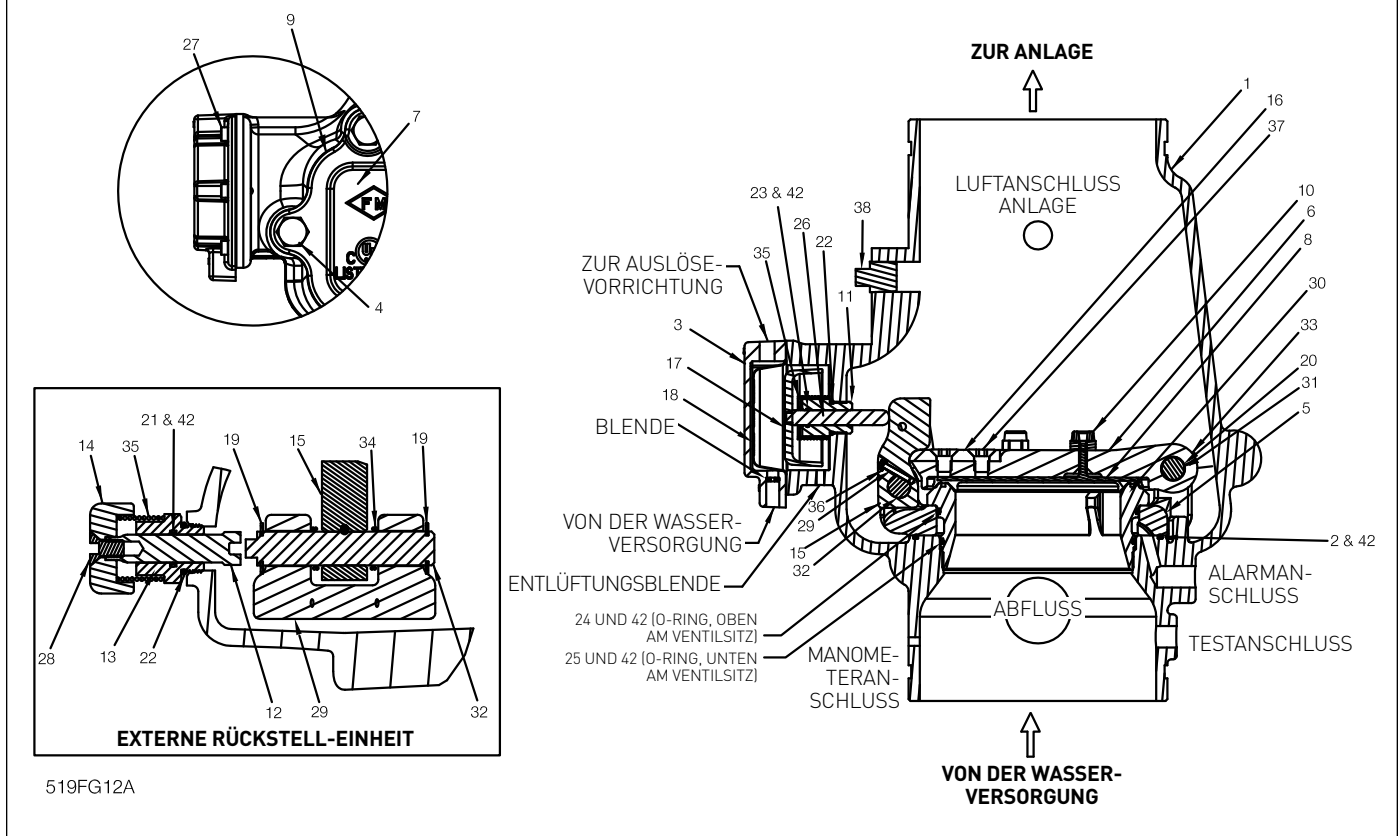

Abb. 7
9. Wiederausammenbau: die Bohrungen am Ventilgehäuse reinigen. Die Bohrungen mit O-Ring-Fett behandeln. Die O-Ringe fetten und am Ventilsitz anbringen. O-Ring des Montagerings fetten und ins Gehäuse einsetzen. (Nur bei Ventilgröße 8" (200 mm)). Die Gruppe Ventildeckelklappe/Montagering durch die Luke ins Sprühflutventil einsetzen, wobei darauf zu achten ist, dass der O-Ring des Montagerings nicht verrutscht oder beschädigt wird. (Nur bei Ventilgröße 8" (200 mm)). Den Montagering so ausrichten, dass der Hebel sich am Stößel befindet, und sich die „Ohren“ des Montagerings zwischen den Ausbuchtungen am Ventilgehäuse befinden. Den Ventilsitz in das Ventilgehäuse und durch die Gruppe Ventildeckelklappe-Montagering einsetzen. Den Ventilsitz von Hand in den Körper einschrauben und dann mit dem Ventilsitzschlüssel festziehen, bis er über den Montagering herausragt. Sicherstellen, dass die Gruppe Ventilsitz-Ventildeckelklappe-Montagering sich in vollständig geöffneter Position zwischen den Ausbuchtungen des Gehäuses befindet und dass der Hebel mit dem Stößel ausgerichtet ist. Montieren Sie den Deckel der Luke (Abb. 7, Nr. 7) wieder, und konfigurieren Sie das Sprühflutventil Modell DDX Typ F gemäß Abschnitt „Doppelt verriegelte vorgesteuerte Anlagen für Modell DDX zurücksetzen“.
### Sprühflutventile Modell DDX (Konfiguration mit Einschraubstz) – Teilleiste (siehe Abb. 7)
## Sprühflutventile Modell DDX (Konfiguration mit Einschraubstift) – Teileliste (siehe Abb. 7) (Fortsetzung)